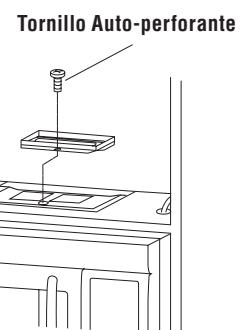

Figura 17
6. Después de montar el horno, sujeté el Regulador de Succión de Extracción a la cubierta del ventilador ubicada en la parte superior del horno. Para sujetar el Regulador de Succión de Extracción, remítase al capítulo "MONTAJE DEL HORNO EN LA PARED", página 6 Figura 17.